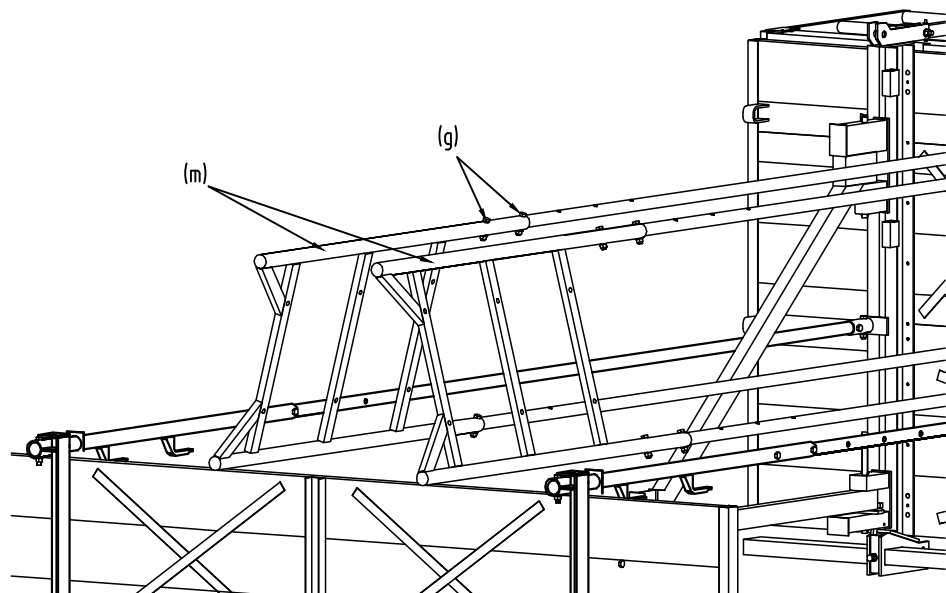

Abb. 10
- 10 Seitenteile (m) des Leiteraufstiegs über die Hängerohre schieben und mit je 2 Schrauben M16x80 (g) befestigen. Das Lochraster der Rohre entspricht dem der Hängerohre für die untere Bühne (s. Abb. 10).